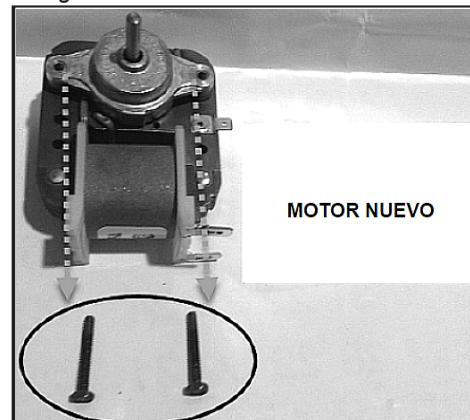

Figura 4
6. Tome el motor nuevo y quite los tornillos del portacojinete. Vea la Figura 4.